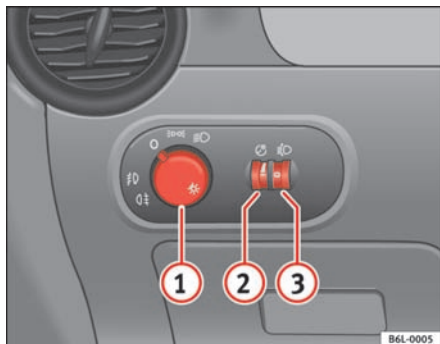

Fig. 56 Udsnit af instrumentpanelet: kontakt til lys, tågeforlygter og tågebaglygte
- Drej lyskontakten $\Rightarrow$ fig. 56 til position 1.